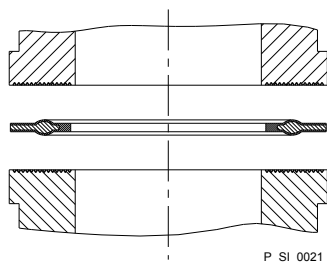

Fig. 14: Vedação moldada na peça de inserção dentada
- As vedações moldadas PTFE - com saliência - fornecidas com a bomba para as ligações da bomba, vedam as uniões entre as válvulas dentadas da bomba e as peças de inserção dentadas da ProMinent - ver Fig. 14.